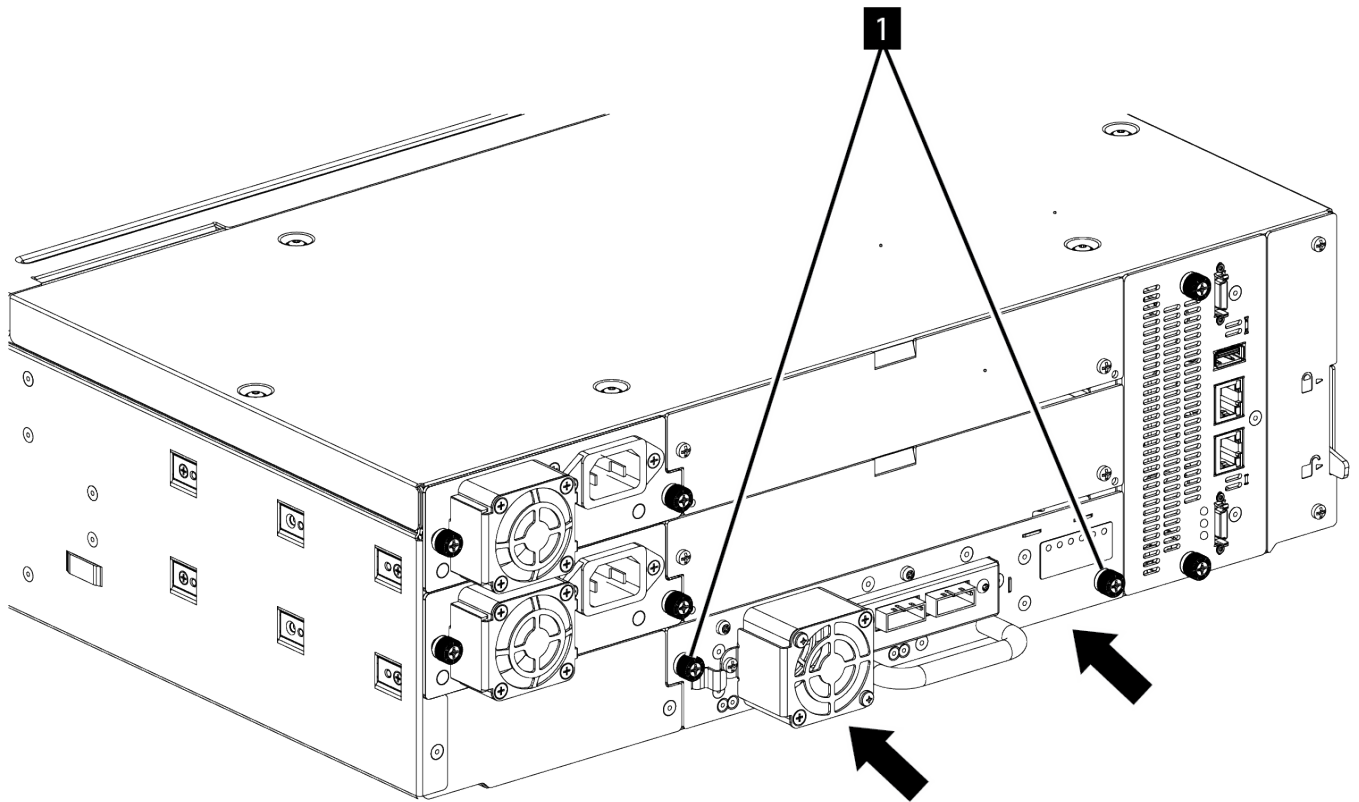

Abbildung 60. Bandlaufwerk installieren
3. Ziehen Sie die Rändelschrauben (1 in Abbildung 60 auf Seite 146) mit den Fingern an, bis das Bandlaufwerk befestigt ist.